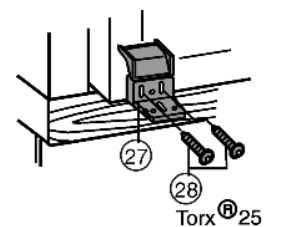

Fig. 15
- ▶ Aparafusar o ângulo de plástico Fig. 15 (27) com parafusos M5 Fig. 15 (28) do lado da pega do aparelho.